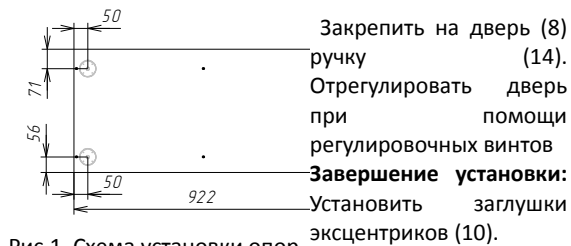
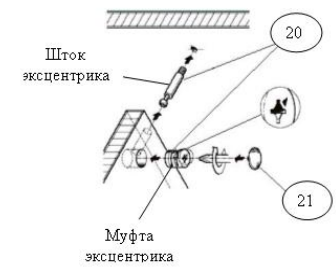

Рис.1 Схема установки опор
Рис.2 Установка эксцентриковой стяжки
1. Сделать разметку на дне тумбы (2) для крепления опор (12) согласно схемы на рис. 1
2. Закрепить боковины(3,4), центральную (5), винтами-конфирматами (11) ко дну тумбы (2). Прикрепить опоры (12) саморезами 4x16 (15) согласно нанесенной разметки.
3. Вкрутить штоки эксцентриков (20) в столешницу тумбы (1), на боковины (3,4), перегородку (5); вставить корпуса эксцентриков(21) в боковины (3,4) и полки жесткие (8) (рис. 2). Вставить шканты (19) в боковины (3,4). Установить задние стенки (6) в пазы, и далее установить столешницу (1), собрать корпус по рис. 3, с помощью винтов-конфирматов (11), затянуть эксцентрики (9) .
4. Выверить прямоугольность корпуса (равные диагонали). Закрепить задние стенки (6) гвоздями (17) по перегородке (5), полкам жестким (8).